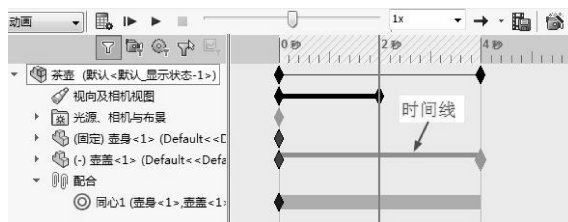

图 8-15 替换键码创建时间线
- 10 移动后, 右键单击 4 秒处的键码点, 选择快捷菜单中的【替换键码】命令, 创建壶盖的时间线, 如图 8-15 所示。